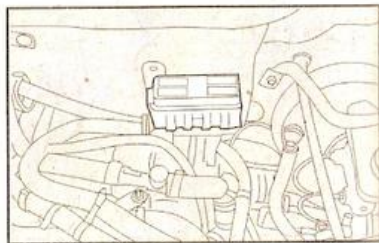

fig. 31
Fusibles vano motor versiones Turbo Diesel (TD) – fig. 31